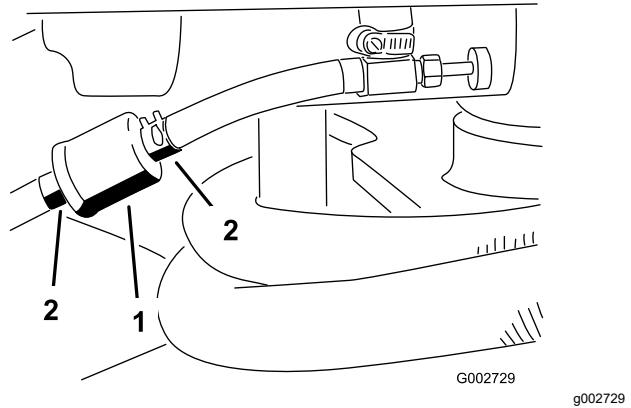

图 30
1. 关闭燃油切断阀拧松滤芯化油器侧的软管夹然后从滤芯上拔下燃油管线 图 30。